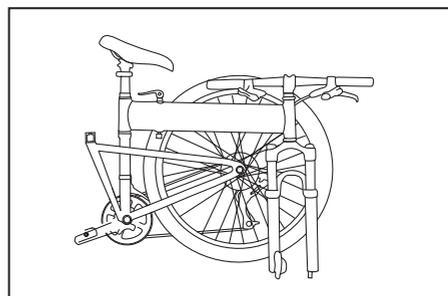

Рис. 23: Велосипед в сложенном состоянии
7. Потянуть за трубу рамы в направлении на себя и сложить велосипед пополам (Рис. 23).
8. Если все выполнено правильно, велосипед должен выглядеть, как показано на Рис. 23, с перекладиной руля, закрепленной между задним колесом и нижней трубой.